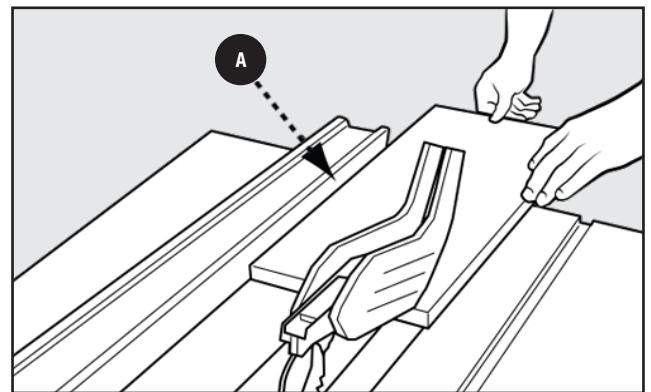

FIGURE 46
9. Tenir la pièce à plat sur la table et contre le guide **A**. La pièce **DOIT** avoir un bord droit contre le guide et ne **DOIT** pas être déformée, tordue ou courbée. Voir la bonne position des mains à la Figure 46.